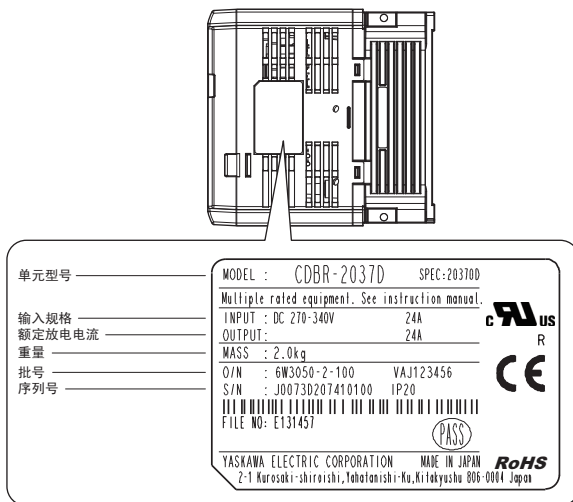

图 3 制動單元的銘牌 (例: CDBR-2037D)
- 请确认选购单元的型号是否与订购的产品一致。详细内容请参照图 3。